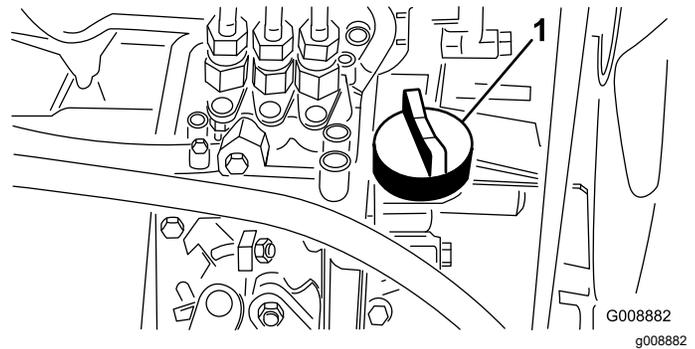

Bild 60
4. Entfernen Sie bei niedrigem Ölstand den Ölfülldeckel (Bild 60), gießen langsam kleinere